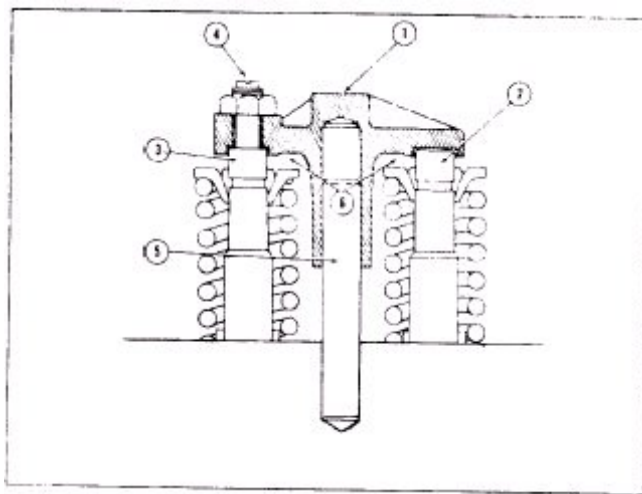

Рис. 2-56. (K21924) Ползун клапана.
1. Ослабьте контргайку регулировочного винта ползуна клапана и выверните винт на 1 оборот (поз. 4, рис. 2-56).
1. Ослабьте контргайку регулировочного винта ползуна клапаны и выверните винт на 1 оборот (поз. 4, рис. 2-56).
2. Слегка прижмите пальцем поверхность в месте контакта в качающемся рычагом (1), чтобы сохранить контакт ползуна со штоком клапана (2). Регулировочный винт не должен касаться штока клапана в этой точке (3).
3. Выверните регулировочный винт ползуна так, чтобы он касался штока клапана (3).